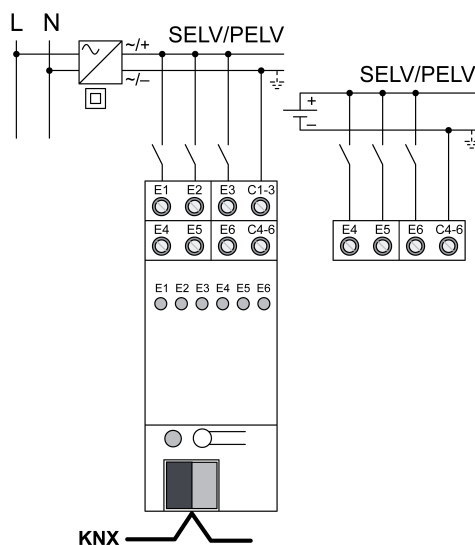

Рисунок 3: Подключение цепей SELV/PELV
- Цепи SELV/PELV подключать, как показано на примере(рисунок 3). Соблюдайте полярность.